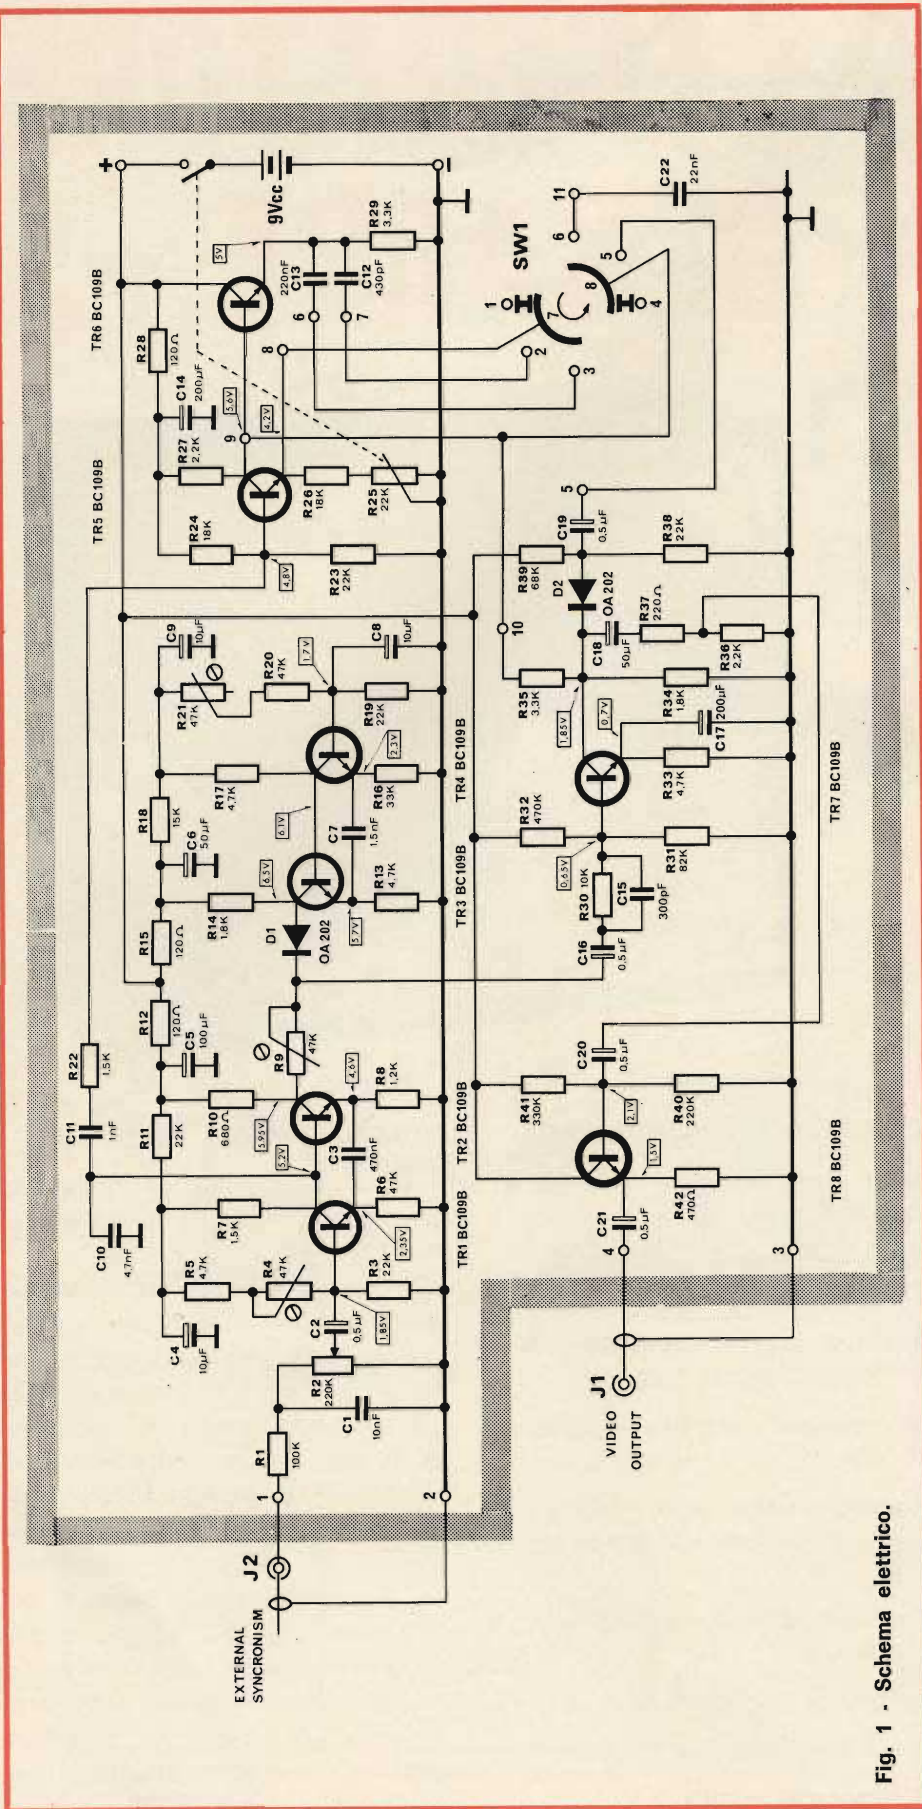

Fig. 1 - Schema elettrico.
Lo schema elettrico di questo generatore di barre è visibile in fig. 1.
- 3) Misurare le tensioni nei punti indicati in fig. 1. Il rilievo delle tensioni va effettuato con voltmetro elettronico. Allo scopo si presta bene il **voltmetro elettronico UK 475**.